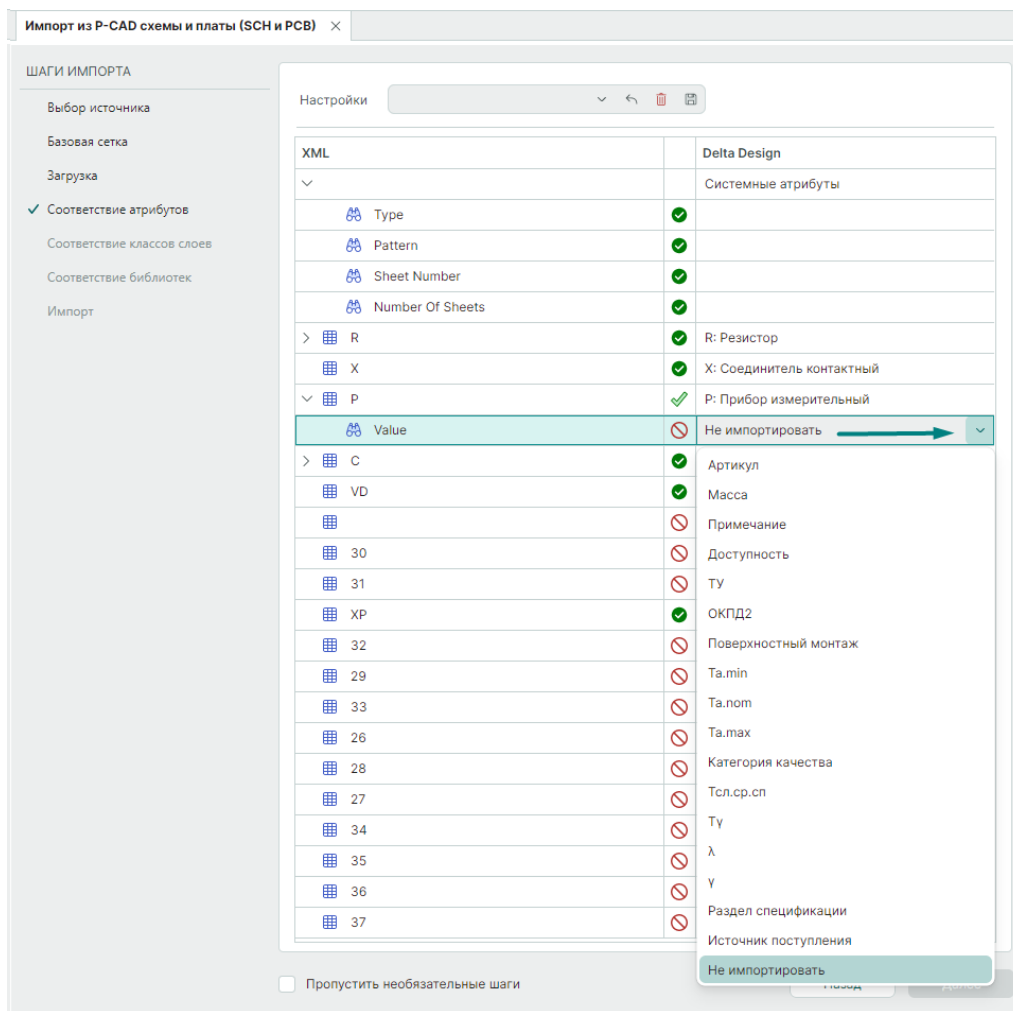

Рис. 35 Соответствие атрибутов
7. На этапе «Соответствие атрибутов» проставить соответствие атрибутов, выбрав их из выпадающего списка, см. Рис. 35.